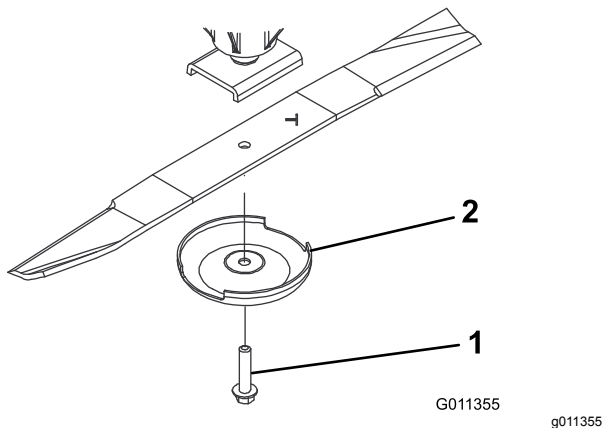

Bild 83
2. Halten Sie das Ende des Messers mit einem stark wattierten Handschuh oder wickeln Sie einen Lappen um es herum. Entfernen Sie die Messerschraube, die Antiskalpierkuppe und das Messer von der Spindelwelle (**Bild 83**).
3. Setzen Sie das Messer (der Flügel sollte zum Mähwerk zeigen) mit der Antiskalpierkuppe und der Messerschraube ein (**Bild 83**). Ziehen Sie die Messerschraube bis auf 115-149 N·m an.
Wenn sich das Messer abwetzen kann, bildet sich ein Schlitz zwischen dem Windflügel und dem flachen Teil des Messers (Bild 83**). Zuletzt kann sich ein Stück des Messers lösen und aus dem Gehäuse herausgeschleudert werden. Das kann zu schweren Verletzungen bei Ihnen selbst und Unbeteiligten führen.**